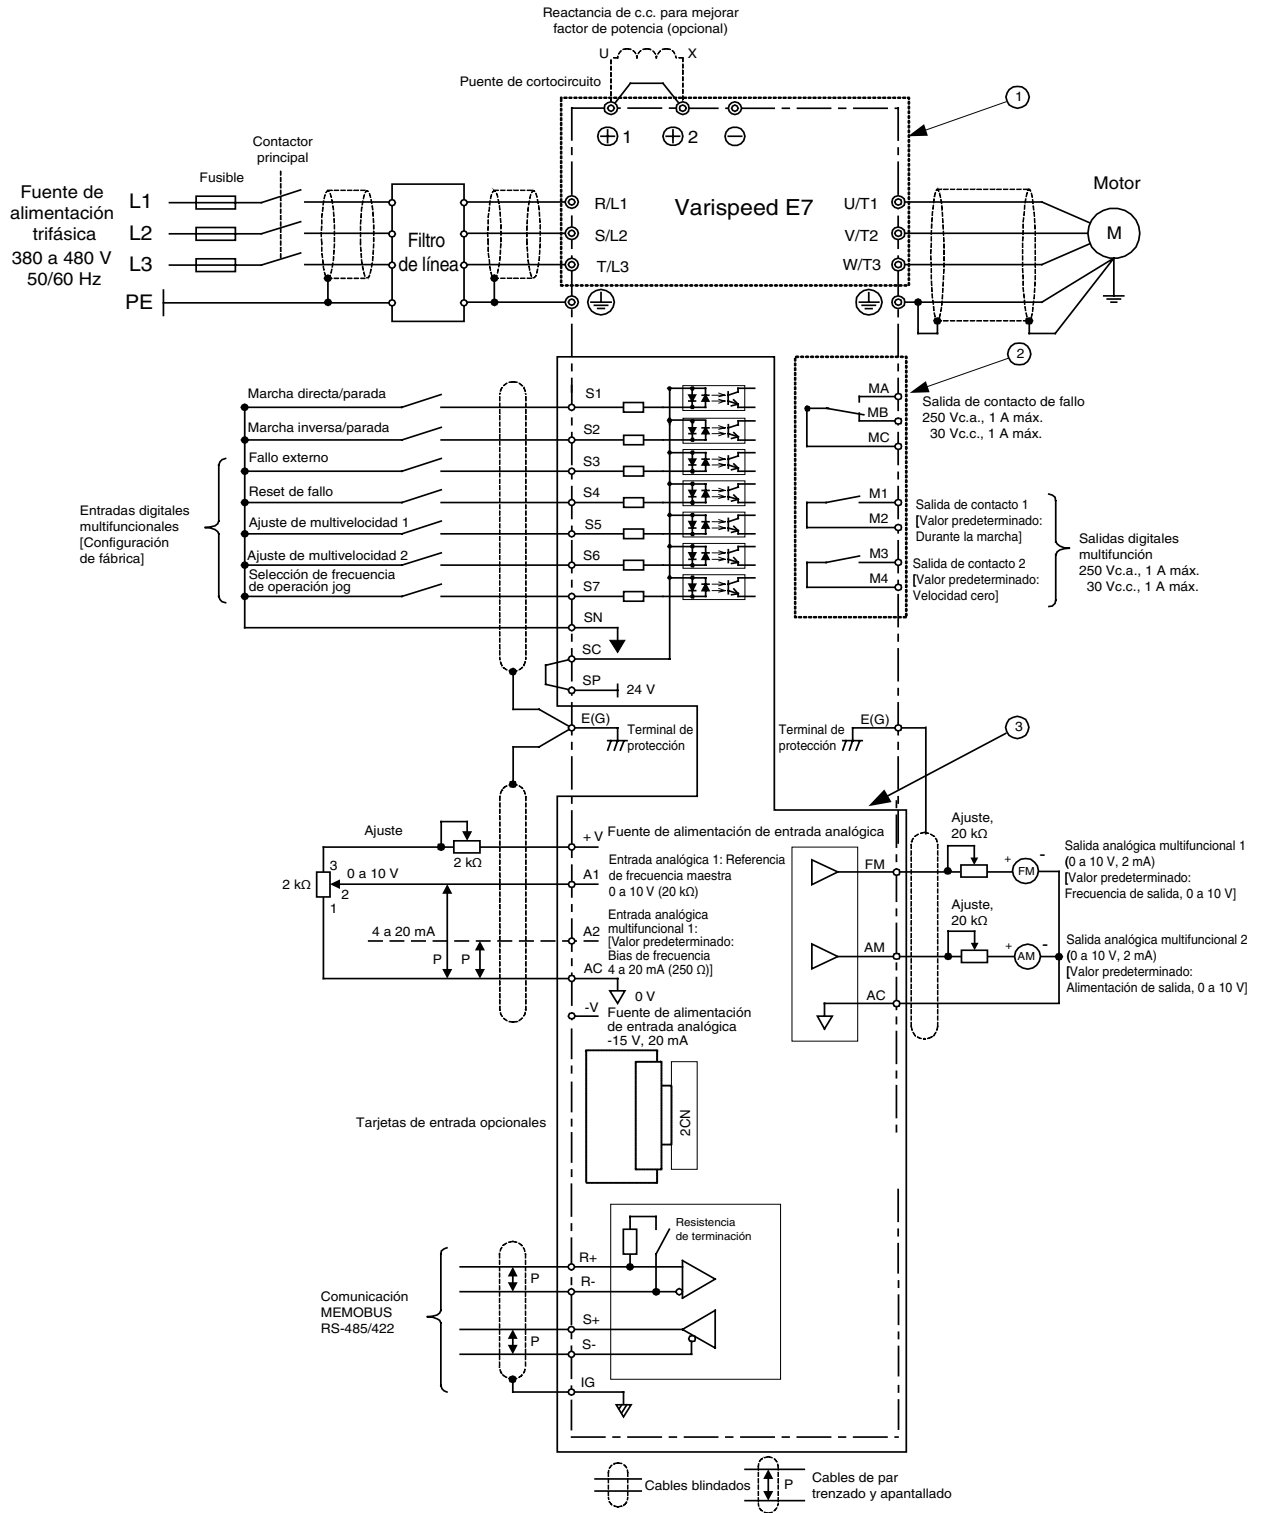

Fig. 4 Diagrama de cableado
- En Fig. 4 se muestra el cableado de las entradas digitales S1 a S7 para la conexión de contactos o de transistores NPN (modo 0 V común y NPN). Esta es la configuración predeterminada. Para conectar transistores PNP o para utilizar una fuente de alimentación externa de 24 V consulte la Tabla 3.